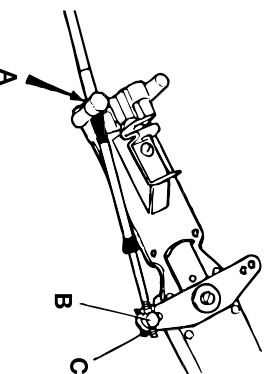

Fig. 9
- Tryck kabeln genom hållaren så att kabelhöljet hakar fast ordentligt i hållaren. (A fig. 9).
- Anslut nippeln till växlararmen (B fig. 9) och säkra med saxspinnen. (C fig. 9)